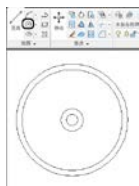

图 4.90 绘制圆
(1) 启动 AutoCAD 2012 程序, 新建一个文件。
(2) 运用“圆”命令, 在绘图区中的任意位置指定圆心, 依次绘制半径为 50、45、10、5 的同心圆, 如图 4.90 所示。